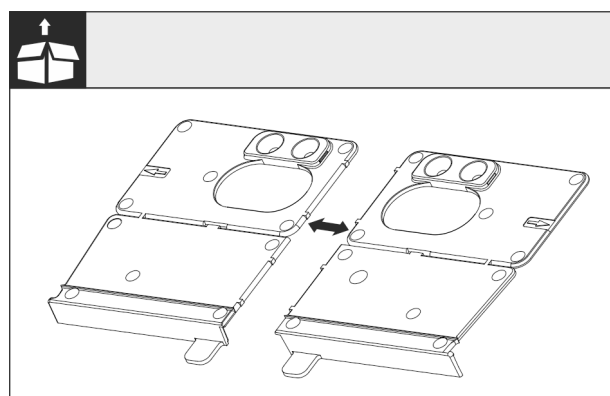

Fig. 27
- Montažni kutnik odvojite na dnu *Fig. 27 (l)* na perforaciji.